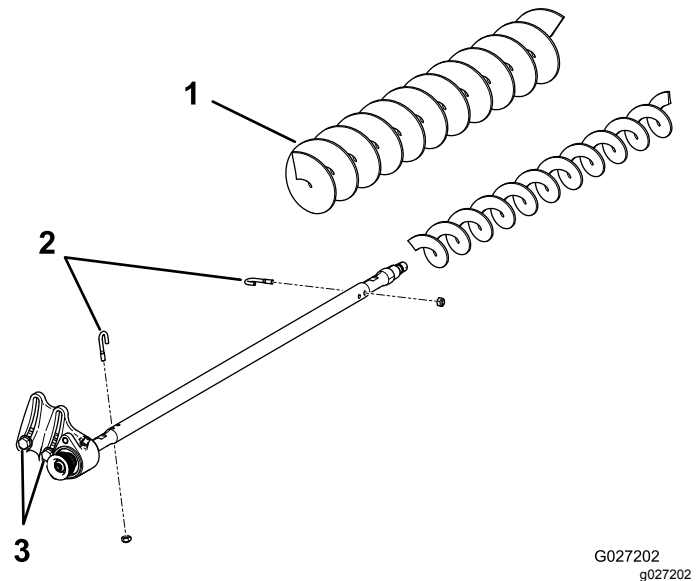

Figure 19
3. Enlevez les 2 boulons en J et écrous (Figure 19).
4. Faites glisser la brosse existante pour la déposer de l'arbre (Figure 19).
5. Desserrez les 2 boulons, rondelles et écrous qui fixent le logement de roulement d'entraînement à son support (Figure 19).
6. Glissez la brosse pour grande hauteur de coupe sur l'arbre (Figure 19).
7. Fixez la brosse sur l'arbre avec les 2 boulons en J retirés précédemment (Figure 19).